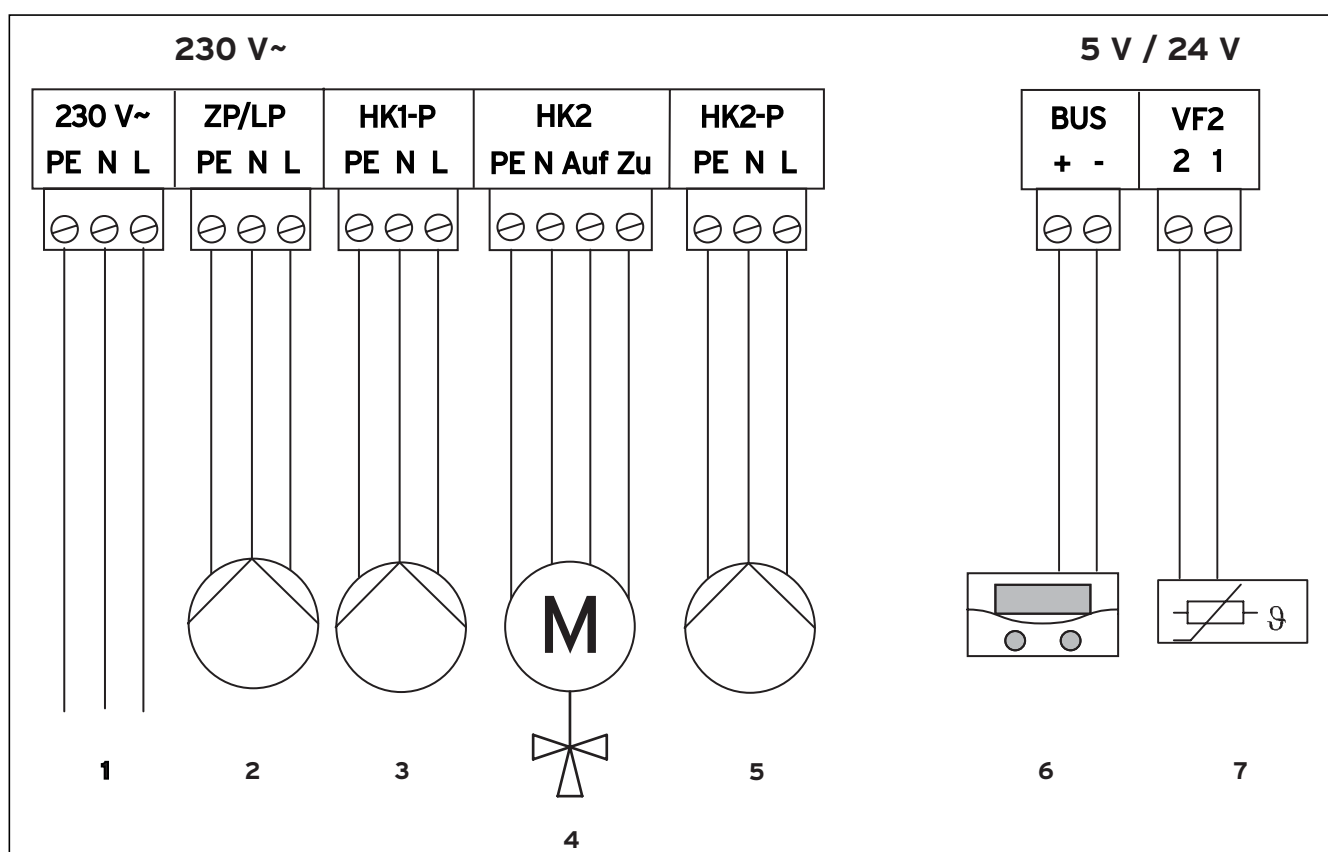

Fig. 6.2 Occupation des bornes du module de mélangeur VR 61
- ⇒ Procédez au câblage du module du mélangeur VR 61 conformément à la Fig. 6.2.